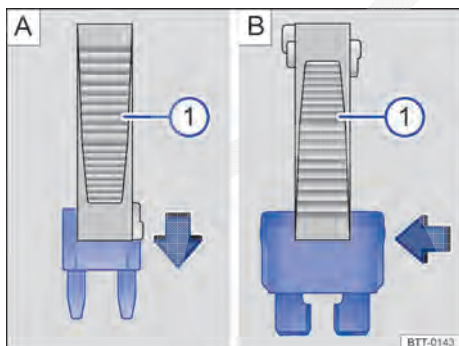

Fig. 166 Remover ou instalar um fusível com a garra da pinça de plástico ①.
- Se necessário, retirar a pinça de plástico → Fig. 166 ① da cobertura da caixa de fusíveis.
- Em caso de *fusíveis pequenos*, encaixar a garra ① por cima → Fig. 166 A.
- Em caso de *fusíveis maiores*, empurrar a garra ① lateralmente sobre o fusível → Fig. 166 B.
- Caso o fusível esteja queimado, substituir o fusível por um novo da *mesma* intensidade de corrente (mesma cor e inscrição) e do *mesmo* tamanho → ①.